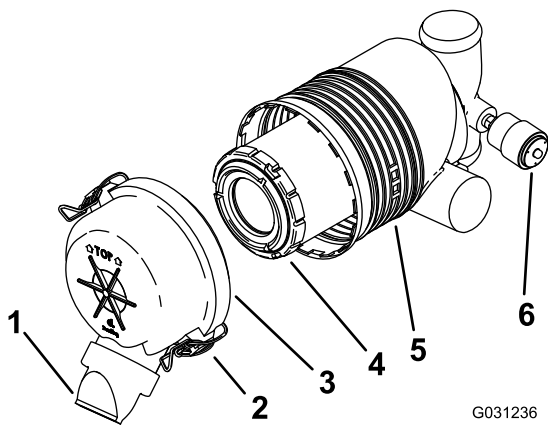

Figure 41
**Important:** Remplacez le filtre à air uniquement quand l'indicateur de colmatage est rouge (Figure 41). Ne remplacez pas le filtre à air plus fréquemment que nécessaire ; cela ne fait qu'accroître le risque de contamination du moteur par des impuretés quand le filtre est déposé.
5. Déverrouillez le filtre à air et détachez le couvercle du boîtier du filtre (Figure 41).
- Si l'indicateur de colmatage est transparent, reposez le couvercle du filtre à air, en orientant le capuchon protecteur vers le bas, et fermez les verrous (Figure 41).
- Reposez le couvercle du filtre à air, le capuchon protecteur orienté en bas, et fermez les verrous (Figure 41).
- Sortez l'élément filtrant du boîtier du filtre à air avec précaution (Figure 41).
- Posez l'élément filtrant avec précaution (Figure 41).